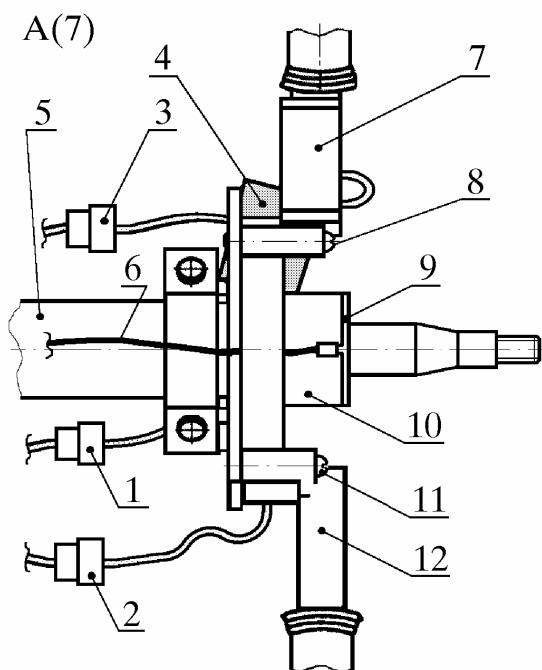

Рис. 9. Отсоединение электропроводов и снятие переключателей стеклоочистителя и указателя поворотов:
4.10.1. Разъединить пятиклемную колодку 1 (рис. 9) проводов замка 4 зажигания.